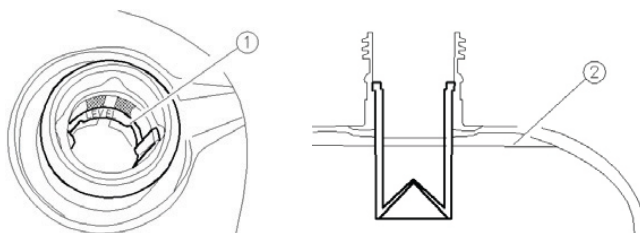

Рис. B2
Снимите крышку (3) (рис. 1) и заполните топливный бак бензином. Максимальный уровень заполнения бака находится на уровне 5 мм от нижнего края горловины (рис. B2).